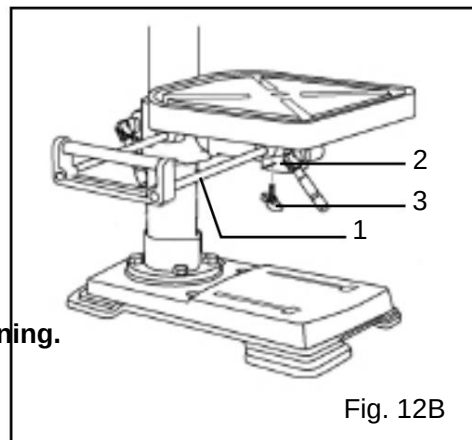

Fig. 12B
INSTALLERA BORDSFÖLJNING (FIG. 12B)
1. Sätt in de två stängerna (fig. 12B - 1) på bordsförlängningen i de två kanalerna (fig. 12B - 2) på sidan av bordet.
2. Placera en vingknopp (fig. 12B - 3) i öppningen på botten av varje kanal och dra åt för att säkra förlängningen vid bordet.